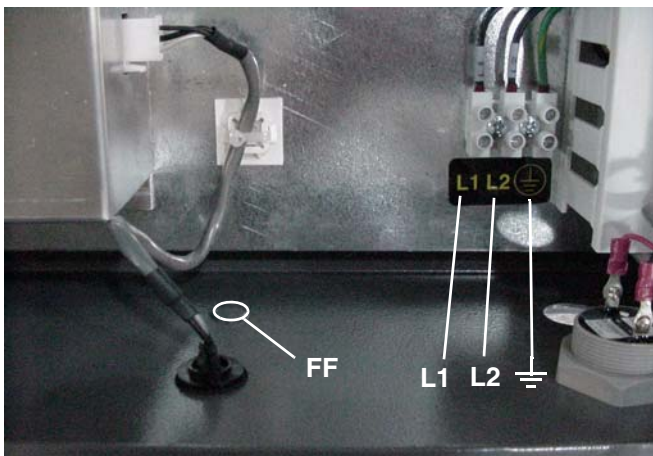
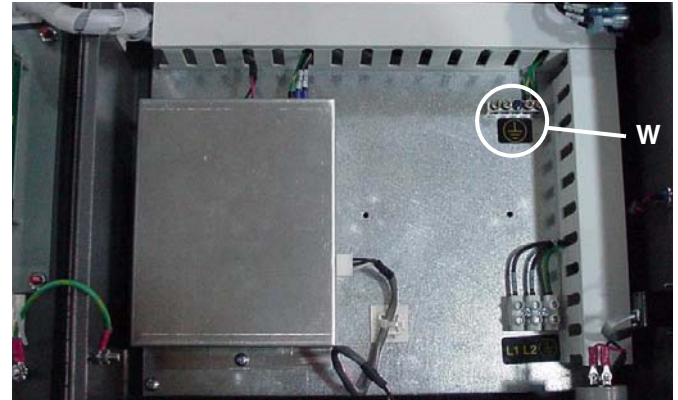

FIG. 21
FIG. 22
3. Vea FIG. 21 para obtener información sobre las conexiones L1, L2, y del cable de conexión a tierra en el interior de la pantalla de visualización EasyKey™.
Retire el knock-out (FF) de la parte inferior del recinto de la pantalla de visualización EasyKey™. FIG. 21. Instale un alivio de tensión de mamparo. Conecte un cable de conexión a tierra al terminal del bloque de conexión a tierra (W). FIG. 22. Pase el cable a través del alivio de tensión y conéctelo a una tierra verdadera.